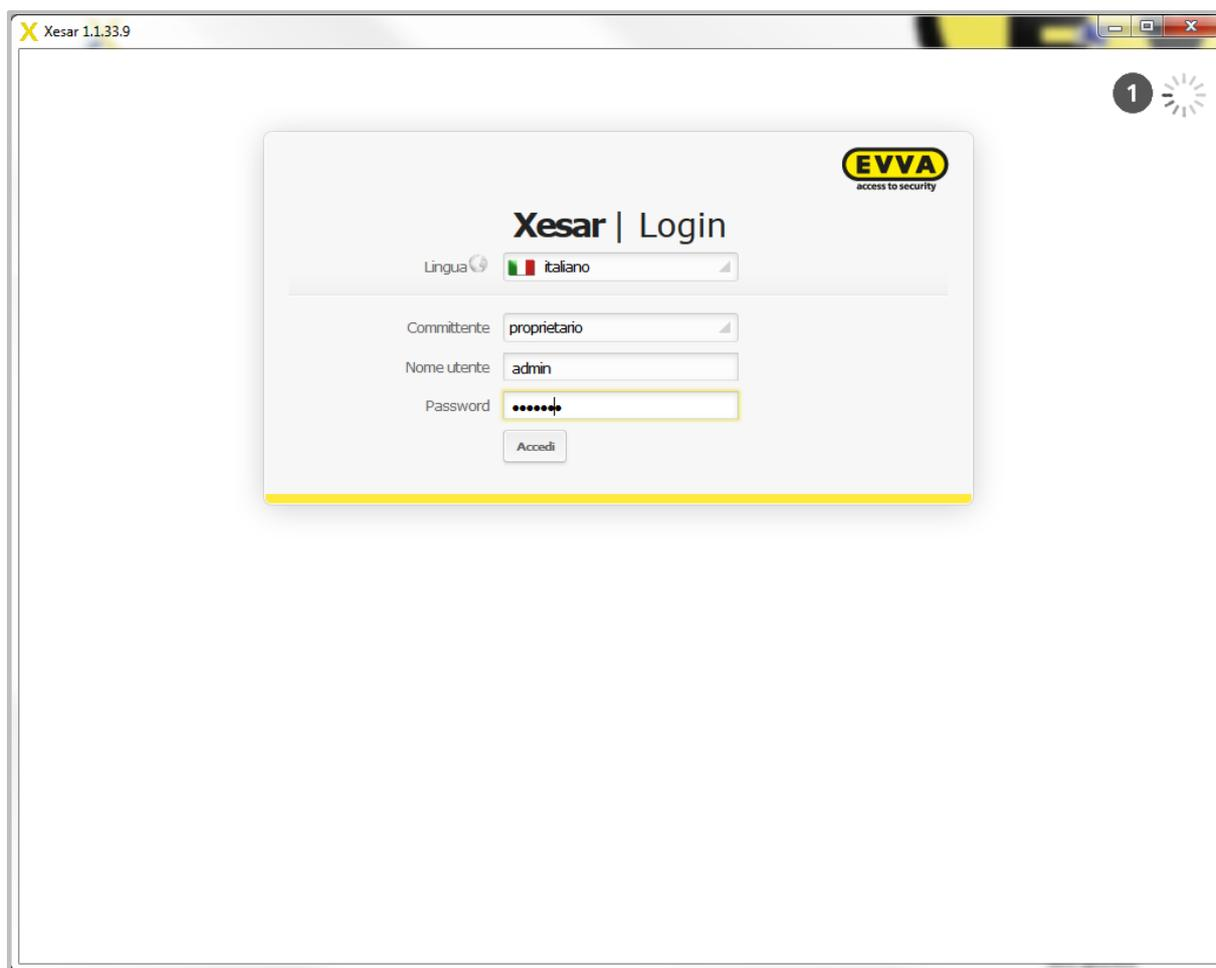

Figura 45: Xesar | Login
❶ (Figura 45: Xesar | Login)
Per motivi di sicurezza si verrà disconnessi automaticamente dopo 10 minuti di inattività. Viene visualizzata nuovamente la finestra di accesso Xesar | Login (Figura 45: Xesar | Login).